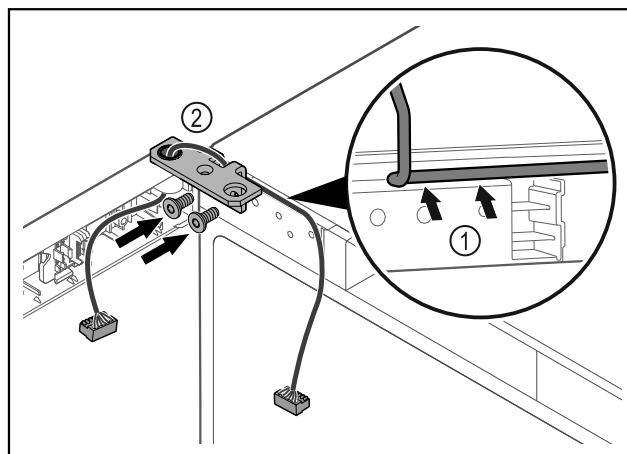

Fig. 40
- Vie kaapeli saranakulman aukon läpi ja aseta se varovasti paikalleen Fig. 40 (1).
- Kiinnitä saranakulma Fig. 40 (2) ruuveilla paikalleen.